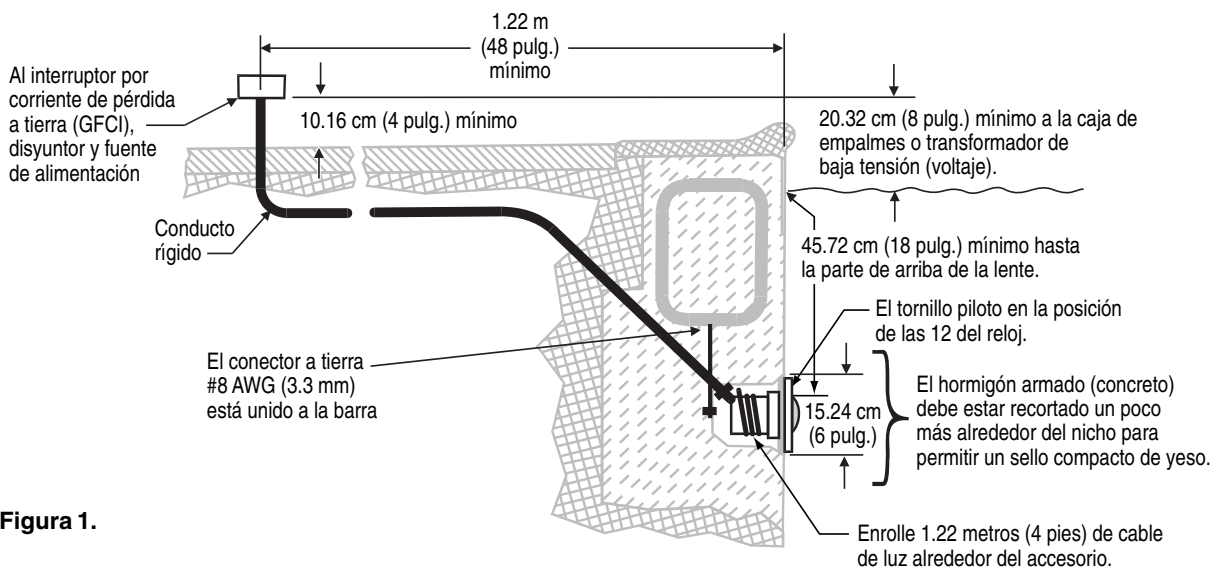

Figura 1.
BANTES DE COMENZAR: Los siguientes pasos (1-6) describen las tareas que deben ser completadas por el electricista antes de que la lámpara IntelliBrite™ sea instalada. Consulte la Figura 1 del diagrama.
- La caja de empalme (o el transformador de bajo voltaje en el caso de los modelos de 12 voltios) debe estar ubicada a un mínimo de 20.32 cm (8 pulg.) por encima del nivel del agua y al menos a 1.22 m (48 pulg.) del borde de la piscina; consulte la Figura 1.
- El nicho en húmedo debe estar correctamente instalado de manera que el borde superior del lente de la lámpara submarina se encuentre a un mínimo de 45.72 cm (18 pulg.) por debajo de la superficie del agua de la piscina; consulte la Figura 1. (No más de 50.80 cm (20 pulg.) de profundidad en Canadá.)
- El nicho en húmedo debe tener una conexión eléctrica apropiada y con conexión a tierra a través del conector a tierra Nº. 8 AWG ubicado en la parte posterior del nicho; consulte la Figura 1.
1. Alimente el cable a través del conducto hasta la caja de empalme, dejando por lo menos un tramo de 1.22 m (4 pies) en la lámpara para enrollarlo a su alrededor; consulte la Figura 1. Esto permite efectuar el mantenimiento de la lámpara después de que la piscina esté llena de agua.
- La caja de empalme (**o el transformador de bajo voltaje en el caso de modelos de 12 voltios**) debe estar ubicada a un mínimo de 20.32 cm (8 pulg.) por encima del nivel del agua y al menos a 1.22 m (48 pulg.) del borde de la baños termales; consulte la Figura 1.
- El nicho en húmedo debe estar correctamente instalado de manera que el borde superior del lente de la lámpara submarina se encuentre a un mínimo de 45.72 cm (18 pulg.) por debajo de la superficie del agua de la baños termales; consulte la Figura 1.
5. Deje por lo menos un tramo de 1.22 m (4 pies) de cable para enrollarlo alrededor de la lámpara; consulte la Figura 1 en la página 2. Esto permite efectuar el mantenimiento de la lámpara después de que la baños termales esté llena de agua.
7. Quite unos 15.24 cm (6 pulg.) de la cubierta exterior del cable para poner a la vista los tres alambres aislados. Tenga cuidado de no dañar el aislamiento de los tres (3) cables internos.
8. Conecte los tres (3) cables a los correspondientes cables de circuito en la caja de empalme (el cable negro al cable de alimentación, el cable blanco al cable común y el cable verde al cable de toma a tierra) y colóquela la tapa a la caja de empalme.
- Alineación de la posición del lente con los LED:** Mientras mira a través de la parte frontal del lente, gire levemente el lente hasta que las líneas verticales ubicadas en el lente estén centralizadas con las cuatro (4) filas de los LED que están por debajo.
12. **Instale el ensamblaje de la lámpara IntelliBrite™ dentro del nicho:** Alimente el cable a través del conducto hasta la caja de empalme, dejando por lo menos un tramo de 1.22 m (4 pies) en la lámpara para enrollarlo; consulte la Figura 1 (página 3). Esto permite efectuar el mantenimiento de la lámpara después de que el baño termal esté lleno de agua.
14. Quite unos 15.24 cm (6 pulg.) de la cubierta exterior del cable para poner a la vista los tres cables aislados (tenga cuidado de no dañar el aislamiento de los tres (3) cables internos).
15. Conecte los tres (3) cables a los correspondientes cables de circuito en la caja de empalme y colóquelo la tapa a la caja de empalme.